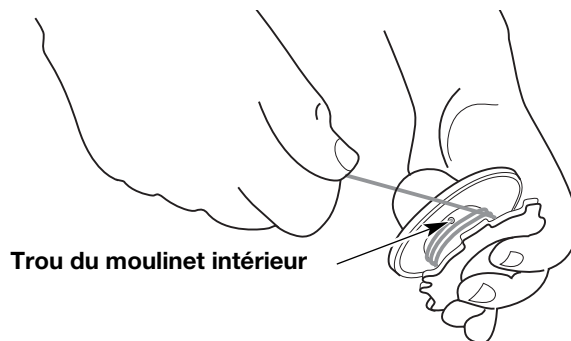

Fig. 13
5. Prenez environ 3,6 m (12 pi) de fil neuf et insérez-en une extrémité dans le trou du moulinet intérieur (Fig. 13).
6. Enroulez le fil en couches uniformes serrées sur le moulinet (Fig. 13). Enroulez le fil dans le sens indiqué sur le moulinet intérieur.